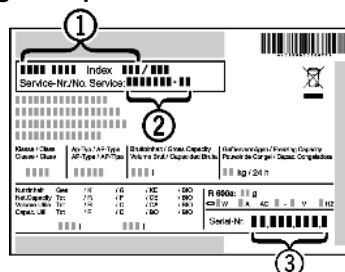

Fig. 21
- ▶ Consulter la désignation de l'appareil Fig. 21 (1), le N° de service Fig. 21 (2) et le N° de série Fig. 21 (3) sur la plaque signalétique. La plaque signalétique se trouve à l'intérieur de l'appareil, sur le côté gauche.